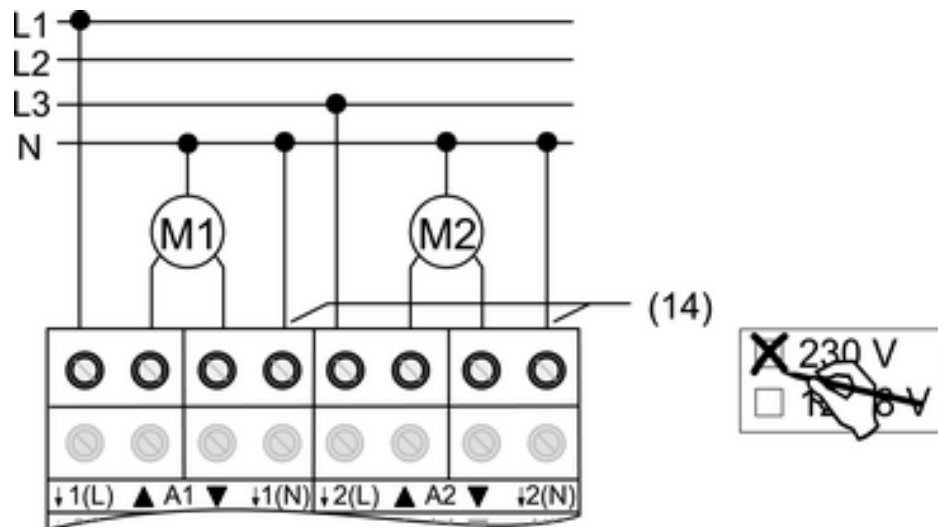

Bild 7
- Motor anschließen (Bild 7).
- An die N-Leiter-Klemmen (14) den N-Leiter des jeweiligen Motors anschließen (Bild 7). Auf FI-Verdrahtung achten.
- Verwendung **230 V** auf Etikett kennzeichnen (Bild 7).